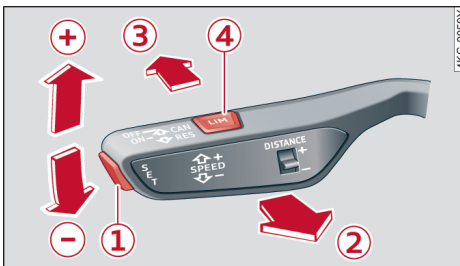

图 99 操纵杆：开启系统
- ▶ 要在车停着的时候预选调节车速时，请将操纵杆向  轻点⇒ 102 页，图 99。
- ▶ 要启用调节车速时，请在行驶过程中将操纵杆向胸前拉到位置②。
- ▶ 要将当前行驶车速用作调节车速时，请按操纵杆上的按钮①。
- ▶ 要小幅度提高/降低调节车速时，请轻点操纵杆到  位置的第一个压力挡⇒ 102 页，图 99。
- ▶ 要停用调节车速时，请将操纵杆推到位置③（不卡止）⇨ 102 页，图 99，或
- ▶ 在要关闭系统时，请将操纵杆推到位置③（卡止）⇨ 102 页，图 99。